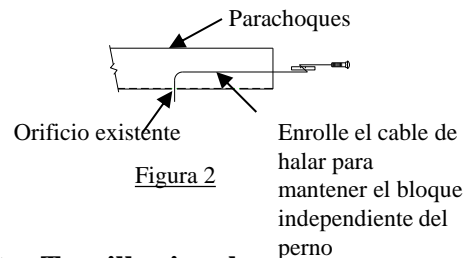

Figura 2
2. Use cables de halar para insertar los pernos de carruaje y bloques en los largueros del bastidor a través de los orificios de acceso como se muestra en la Figura 2. Inserte el cable de halar a través del orificio delantero y saliendo por la ranura de acceso posterior. Coloque el espaciador y el perno de carruaje e inserte a través de la ranura de acceso usando el proceso del alambre enrollado como se muestra en la Figura 2 ambos lados. Deje los cables de halar unidos.